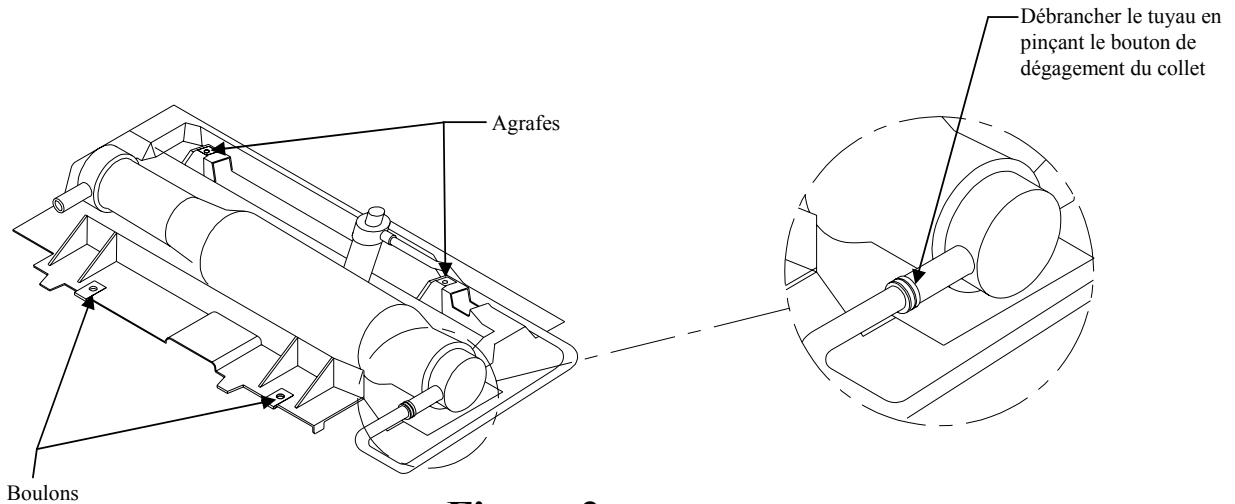

Figure 2
3. Enlever l'absorbeur de vapeurs d'essence : Figure 2.
- C. Retirer les quatre (4) attaches qui fixent l'absorbeur en place. Deux boulons situés dans le logement du pneu de secours et deux écrous situés plus près du centre de l'absorbeur (les agrafes maintiennent l'absorbeur en place et il faut les tirer ou les dégager délicatement avec un écarteur).
9. Réinstaller l'absorbeur de vapeurs d'essence : Figure 2.
- B. Faire glisser l'absorbeur pour le remettre en place sous le logement du pneu de secours tout en l'alignant sur les deux (2) boulons du longeron.